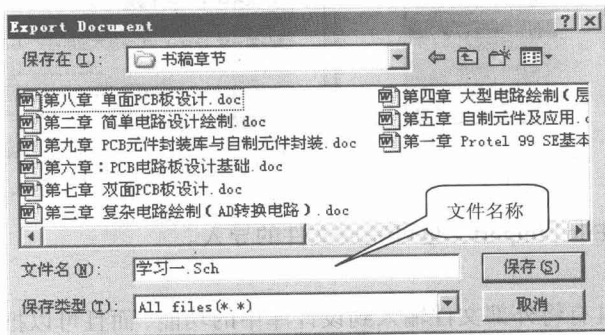

图 1.20 设置文件名称和路径
- 在随后弹出的导出文件对话框中,设定导出文件的路径及导出后的文件名,最后单击“保存”按钮,完成导出操作,如图 1.20 所示。